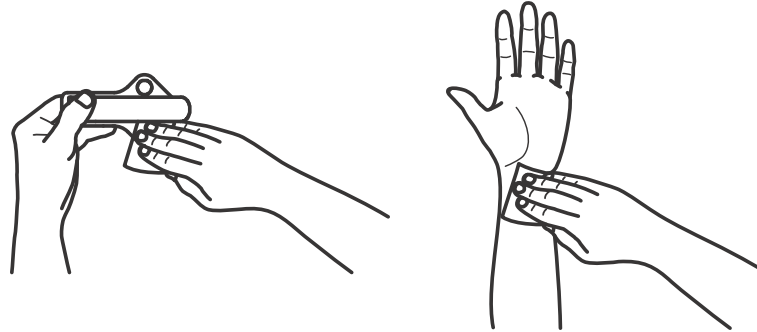

Abb. 4
8.4.4. Säubern Sie die Stellen an der Innenseite Ihres Handgelenks, die mit den Elektroden des Messgeräts in Berührung kommen, sowie die Elektroden des Messgeräts mit einem feuchten Reinigungstuch, wie auf Abb. 4 dargestellt.